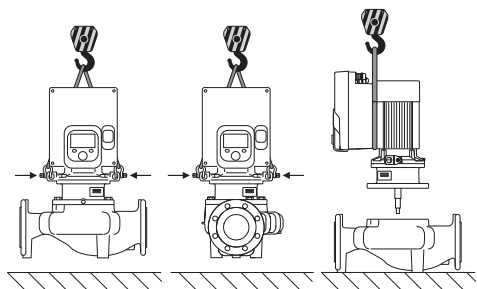

Fig. 6: Směr zdvihání se svislou hřídelí motoru
Čerpadlo se smí přepravovat jen pomocí schválených manipulačních prostředků (např. kladkostrojem, jeřábem apod.). Manipulační prostředky musí být připevněny k přepravním okům, která jsou k dispozici na přírubě motoru. (Fig. 6, zde je znázorněno: směr zdvihání se svislou hřídelí motoru).
2. Zásuvnou sadu (Fig. 4) upevněte za účelem zajištění na přepravní oka pomocí vhodných zvedacích prostředků. Aby se jednotka nepřevrátila, upevněte kolem motoru a adaptéru elektronického modulu smyčku pásu dle Fig. 6. Při připevňování se vyhněte poškození elektronického modulu.